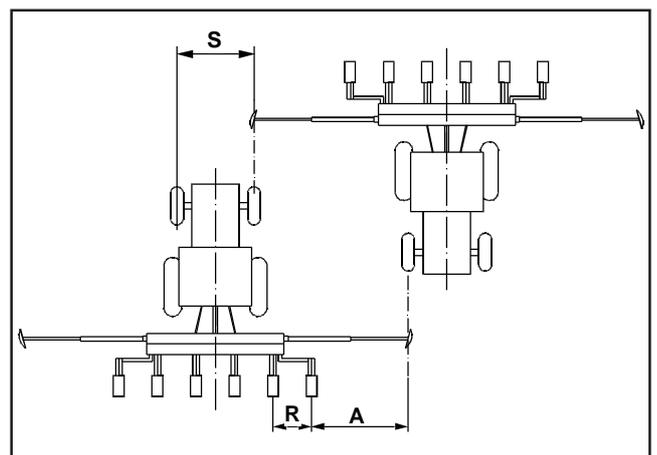

Fig. 5.10
b) Gemessen äußeren Sächar (Fig. 5.10)